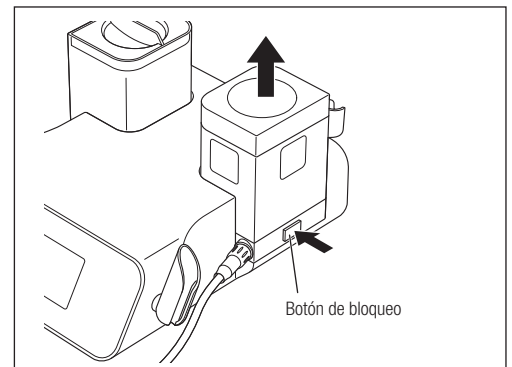

Fig. 41
- 3) Presione el botón de bloqueo para sacar el depósito. Luego tire hacia arriba del depósito (Fig. 41).